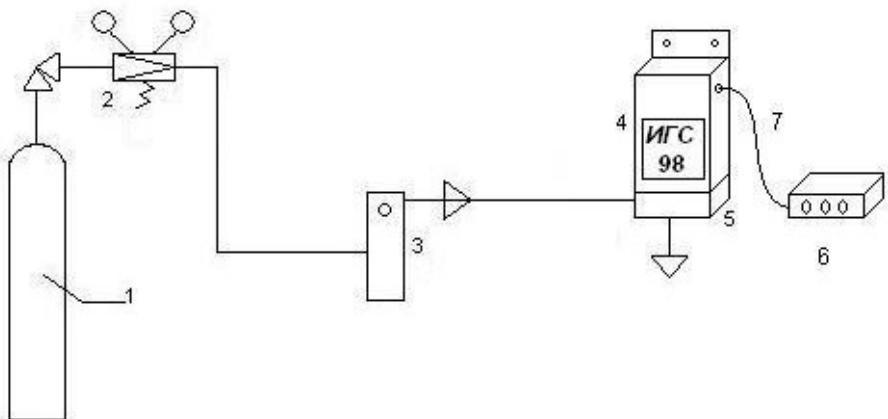

рис. 1. Принципиальная схема газовой установки для поверки стационарных ГС серии ИГС-98 от баллонов со сжатыми газовыми смесями ПГ-ГСО.
3.7.1. Поверку ГС на чувствительность к таким газам, как O_2 , CO , CO_2 , H_2 , CH_4 , C_3H_8 , производят на установке, представленной на рис. 1, с использованием сжатых аттестованных пневмогазовых смесей (ПГС-ГСО) в баллонах.